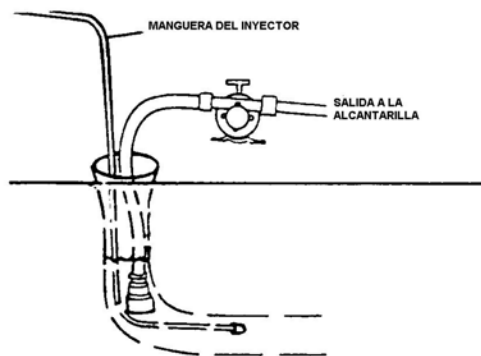

Fig. 9
15. En las raras situaciones en que se genera un reflujo, puede utilizarse una bomba de sentina (Fig. 9).